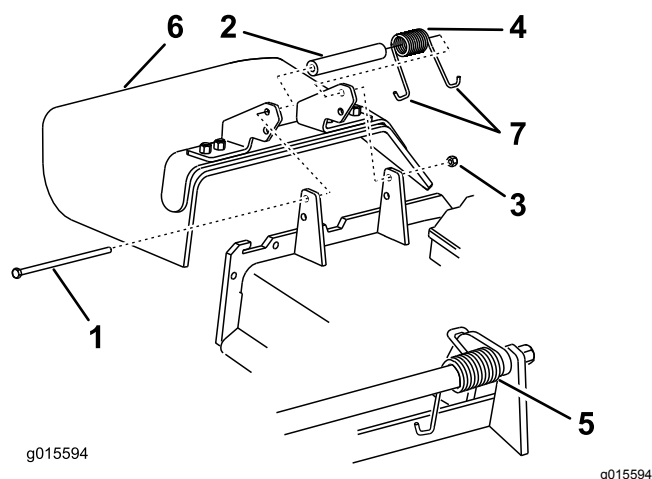

Bild 108
1. Entfernen Sie die Sicherungsmutter, Schraube, Feder und das Distanzstück, mit denen das Ablenkblech an den Schwenkhalterungen befestigt ist (Bild 108).
- Entfernen Sie defekte oder abgenutzte Ablenkbleche (**Bild 108**).
Hinweis: Stellen Sie sicher, dass sich das J-Ende der Feder hinter der Mähwerkkante befindet, bevor Sie die Schraube einsetzen, wie in **Bild 108** abgebildet.
- Führen Sie das J-förmige Hakenende der Feder um das Ablenkblech (**Bild 108**).